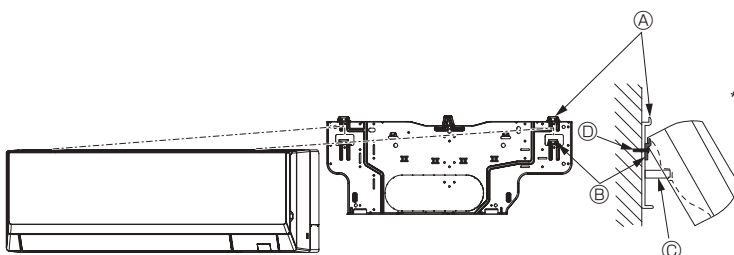

Fig. 3-12
- Wenn sich das Innengerät mit dem regulären Haken (Abmessung von 2.1. Ⓞ (Abstand zwischen Decke und Gerät) beträgt 75 mm oder weniger) nicht anheben und aufhängen lässt, hängen Sie das Gerät an den unteren Haken für die linke Rohrleitung. (Fig. 3-12)
(Fig. 3-12)